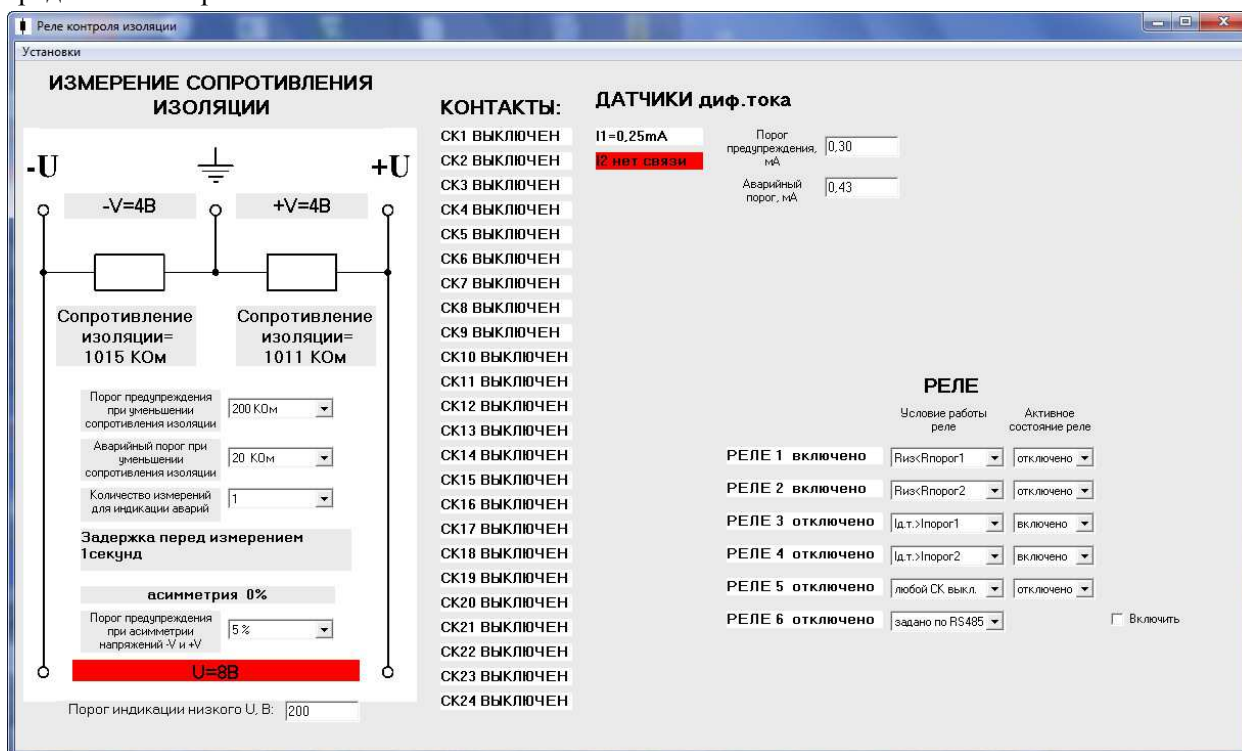

Рис.5.
Программу РКИv1.1 можно скачать с сайта производителя РКИ. Программа не нуждается в инсталляции, при запуске создает в запускаемой директории файл настройки data.inf. В файле сохраняются номер СОМ порта, его скорость обмена и адрес РКИ. При первом запуске программы эти данные необходимо ввести вручную в меню «Установки». Внешний вид программы представлен на рис.5.
Далее столбец с отображением токов от датчиков дифференциального тока. Количество токов соответствует заданному количеству датчиков дифференциального тока (ДДТ). На Рис.5 установлено количество 2. Если ток превышает порог предупреждения, надпись становится оранжевого цвета, если превышает аварийный порог, то красного. Если ДДТ не отвечает на запросы РКИ, то на красном фоне появится сообщение «нет связи» (см. Рис.5 ДДТ№2). Справа от токов имеются окна ввода порогов предупреждения (0,30) и аварии (0,43). Можно ввести нужный порог (разделитель запятой) и нажать «ENTER».
- «Аварии нет» - независимо от состояния «сухого» контакта авария в MODBUS регистрах 60, 61 (см. приложение 2) в соответствующих битах не отображается (биты всегда равны 0), в программе РКИv1.1 (см. рис.5) текст состояния «сухих» контактов всегда отображается черным цветом.
- «СК отключено» - при отключенном «сухом» контакте устанавливаются в 1 соответствующие биты в MODBUS регистрах 60, 61 (см. приложение 2), в программе РКИv1.1 (см. рис.5) текст отключенных «сухих» контактов отображается красным цветом, неотключенных - зеленым.
- «СК включено» - при включенном «сухом» контакте устанавливаются в 1 соответствующие биты в MODBUS регистрах 60, 61 (см. приложение 2), в программе РКИv1.1 (см. рис.5) текст включенных «сухих» контактов отображается красным цветом, отключенных - зеленым.